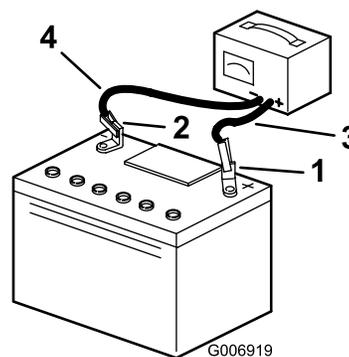

Bild 27
- Schließen Sie die Kabel des Ladegeräts von den Batteriepolen ab (Bild 27).